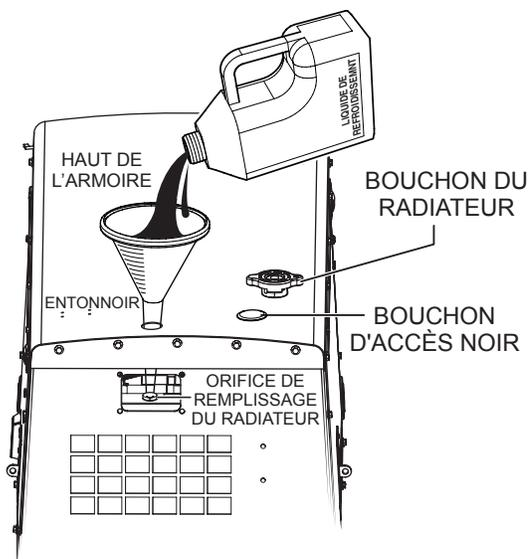

Figure 32. Ajout de liquide de refroidissement
1. Enlever le bouchon en plastique noir (Figure 32) sur la partie supérieure de la cabine juste au-dessus du trou d'accès du bouchon de radiateur.